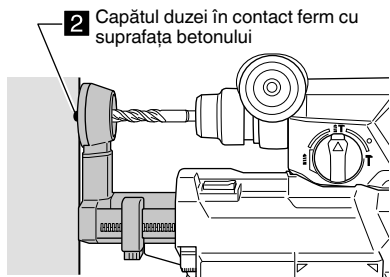

Fig. 11
- (2) Eliberați duza și permiteți-i să intre ferm în contact cu suprafața betonului. (Fig. 11)